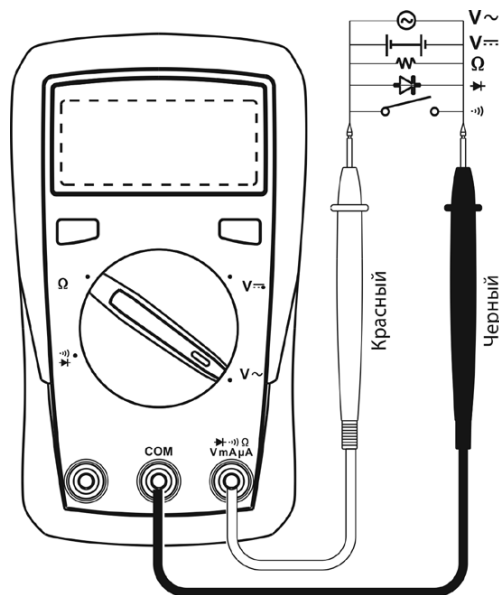

Рис. 2 Измерения с помощью прибора RGK DM-12
(см. рис. 2):
6.2 Измерение сопротивления (см. рис. 2)
6.3 Прозвонка электрических цепей (см. рис. 2)
6.4 Проверка диодов (см. рис. 2)